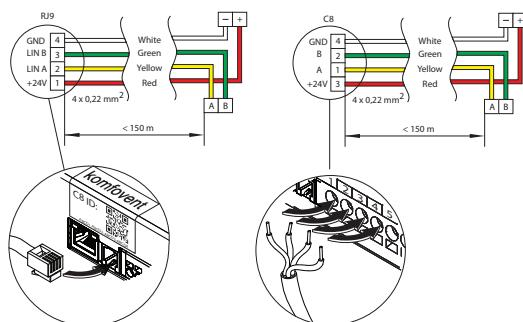

Fig. 23. Schéma de câblage du panneau de commande
- Panneau de contrôle (Voir Fig. 23).
- Les sorties TG1 (6–8) :** Alimentation électrique et signal de commande pour un actionneur de vanne de mélange d'eau de l'échangeur de chaleur externe ou du refroidisseur/chauffeur à évaporation directe (DX). Selon le type de serpentin externe sélectionné dans les paramètres (voir « Guide de l'utilisateur Domekt »), le servomoteur peut être contrôlé par un signal de chauffage ou de refroidissement. Un préchauffeur externe pour la protection contre le gel de l'échangeur de chaleur CF peut également être connecté ici.